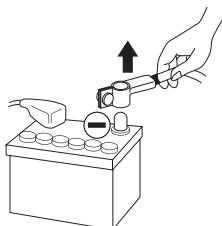

fig. 1
Before beginning installation, disconnect the negative terminal of the battery to avoid any risk of injury, fire or material damage. (fig. 1). IY - AC IMPULSE 4.320 is only compatible with FOCAL IMPULSE 4.320. It allows a quicker installation of your amplifier thanks to ISO compatibility.
*Avant d'entamer l'installation, déconnectez la borne négative de la batterie pour éviter tout risque de blessure, d'incendie ou d'endommagement du matériel. (fig. 1). Le câble IY - AC IMPULSE 4.320 est uniquement compatible avec le FOCAL IMPULSE 4.320. Il permet une connexion facilitée de votre amplificateur grâce à la compatibilité ISO.*